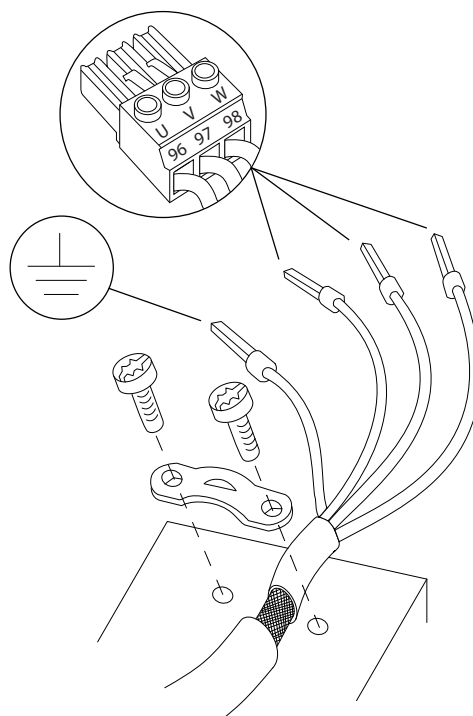

Рисунок 4.5 Подключение двигателя
- Подключите кабель заземления к ближайшей клемме заземления в соответствии с инструкциями по заземлению в глава 4.3 Заземление. См. Рисунок 4.5.
- Подключите проводку трехфазного двигателя к клеммам 96 (U), 97 (V) и 98 (W), как показано на Рисунок 4.5.